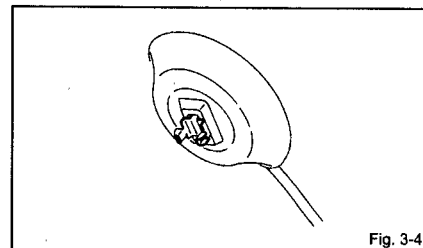

Fig. 3-4
- Turn over the Rubber Cap. (Refer to Fig. 3-4.)